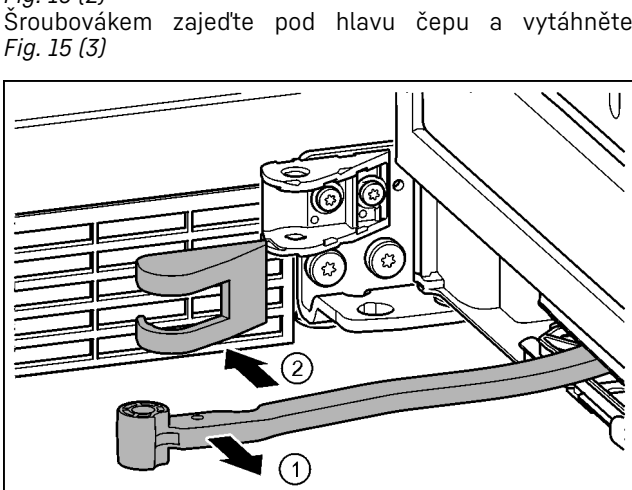

Fig. 16
► Otočte kloub směrem ke dveřím. Fig. 16 (1)
► Sejměte kryt stojanu ložiska. Fig. 16 (2)